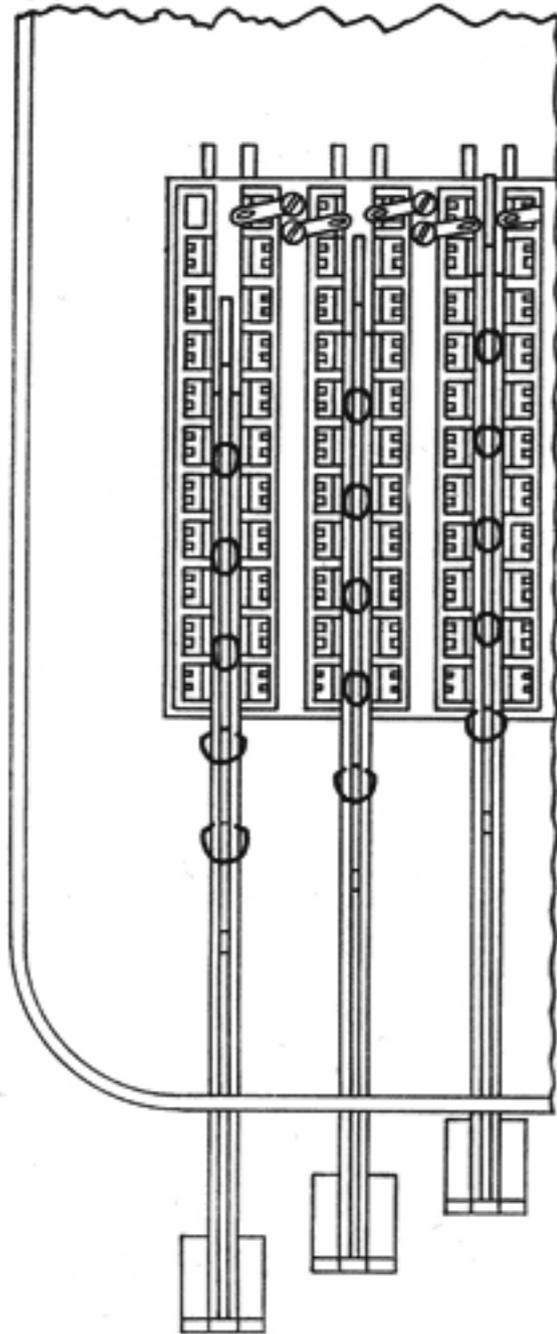

Abb. 4
Die unterschiedlich breiten Querschlitz im Schaltschieber dienen zur Aufnahme der fünf Schaltkontakte (24). Fädeln Sie nun den ersten Schaltkontakt durch den breiteren Querschlitz, bis sich die abgewinkelten Enden gleichzeitig in den schmalen der beiden Schlitz einführen lassen (Abb. 4). Die abgewinkelten Enden dürfen in dem schmalen Schlitz nicht festklemmen, sondern müssen sich federnd bewegen lassen. Damit sie nicht wieder herauspringen, drücken wir nunmehr den Schieber so tief in die Führung der Programmiertafel, daß der erste Schaltkontakt zwischen zwei Kontaktklemmen zu liegen kommt. Die weiteren vier Schaltkontakte bauen wir in gleicher Weise nacheinander ein. Nach dem Einfügen des letzten Schaltkontaktes ist der Schaltschieber bis zum Anschlag einzudrücken. Der ganze Montagevorgang ist in unserer Zeichnung (Abb. 4) verdeutlicht. Er ist beim Zusammenbau der übrigen neun Schaltschieber unverändert zu wiederholen. Sind alle zehn Schieber fertig montiert, dann überzeugen wir uns gewissenhaft, ob auch alle fünfzig Schaltkontakte links und rechts an den glatten, kurzen Schenkeln der Kontaktklemmen anliegen. Sollte dies nicht überall der Fall sein, dann klemmen die abgewinkelten Enden des betreffenden Schaltkontaktes in dem schmalen Querschlitz des betreffenden Schiebers. Durch vorsichtiges